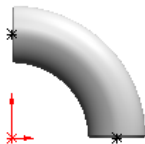

图 11.4.19 绘制草图点
Step3. 绘制图 11.4.19 所示的两个点，约束到中点。